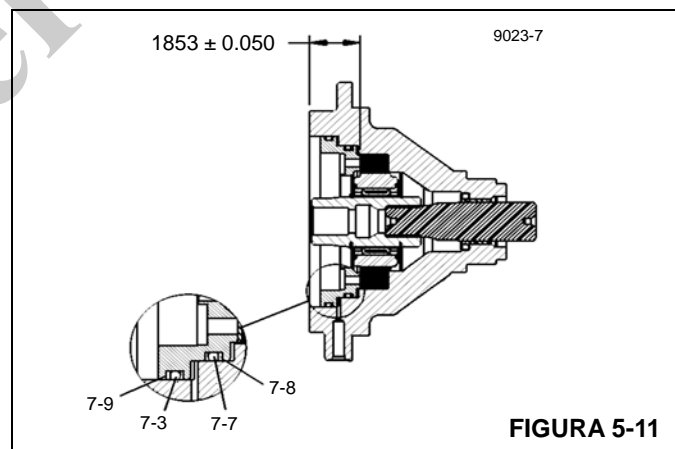

FIGURA 5-11
13. Después de la instalación, revise la pila de frenos para asegurar que las dimensiones se encuentren dentro de las tolerancias indicadas en la Figura 5-11. Si la dimensión medida es mayor que la mostrada, se han dejado algunos discos de fricción y platos de estator sin instalar, o los discos de fricción se han desgastado más allá de los márgenes de tolerancia aceptables. Si la dimensión medida es menor que la mostrada, se ha instalado un número excesivo de platos o discos o éstos no están debidamente asentados.
14. Cubra los anillos "O" y los anillos de respaldo (7-2 y 7-7-7-9) nuevos con aceite liviano e instálelos en el émbolo (10). Vea la Figura 5-11 para la instalación correcta de los anillos "O"/de respaldo.